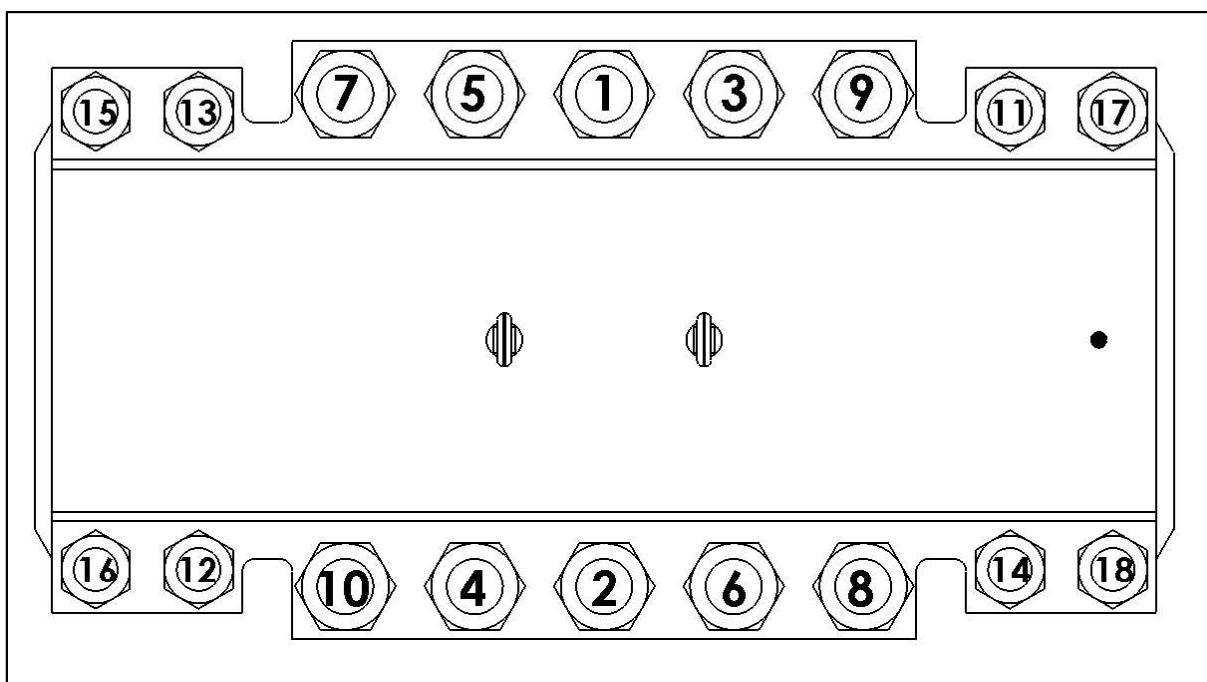

Figura 14
6. Serrare uniformemente tutti i prigionieri e i dadi sulla PLIDCO Hot Tapping+Saddle, utilizzando i valori di **coppia per la sezione di tenuta** riportati nella *Tabella della Coppia di Serraggio dell'Area di Tenuta PLIDCO* a pagina 19. La clama può avere un numero maggiore o minore di prigionieri. I migliori risultati si ottengono mantenendo un gap uniforme tutto intorno tra le barre laterali durante il serraggio dei prigionieri. Assicurarsi che il dado sia completamente avvitato mantenendo un'estensione minima del prigioniero di 1/4 di pollice (6,4 mm) oltre il dado. La sequenza per il serraggio dei prigionieri deve seguire il modello della Figura 14 e deve essere eseguita ripetutamente come segue: